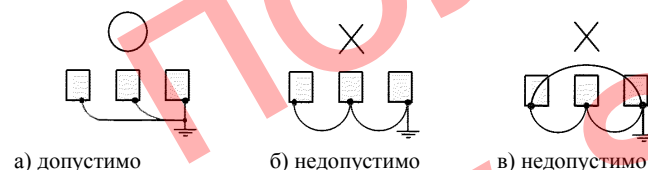

Рис. 5. Заземление трех преобразователей.
- При использовании рядом нескольких преобразователей EI-9001 заземляйте их, как показано на рис. 5 (а), и ни в коем случае, как на рис. 5 (б) или 5 (в).